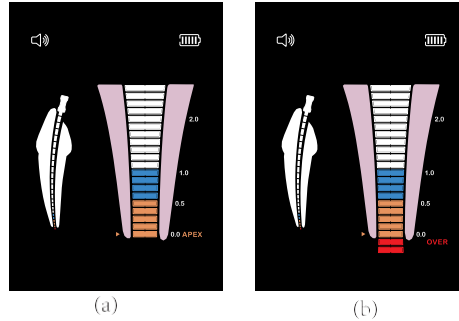

Bild 7
- a) Wenn der Anzegebalken die Position der Skala 0,0 erreicht hat und auf dem Bildschirm "APEX" erscheint, hat die Endofeile das anatomische Foramen Apikale erreicht. Auf der Grundlage von der gemessenen Länge werden 0,5-1,0 mm abgezogen, um die Arbeitslänge zu erhalten (Bild 7(a)).
- b) Wenn der Anzegebalken den roten Bereich "OVER" erreicht, bedeutet dies, dass die Endofeile das apikale Foramen überschritten hat. Gleichzeitig ertönt ein gleichmäßiges Piepsgeräusch. [Abbildung 7(b)].